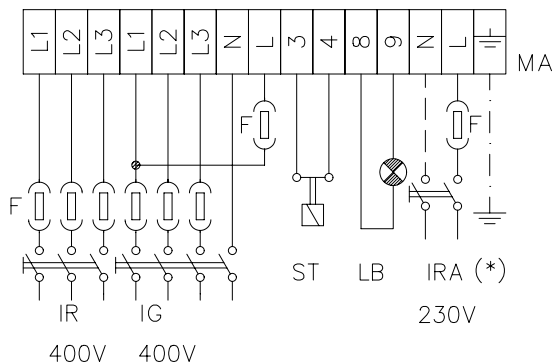

Fig. 3
- Eseguire i collegamenti elettrici alla morsettiera di alimentazione seguendo lo schema in Fig. 3; verificare il senso di rotazione del motore del ventilatore e rimontare il coperchio del quadro.